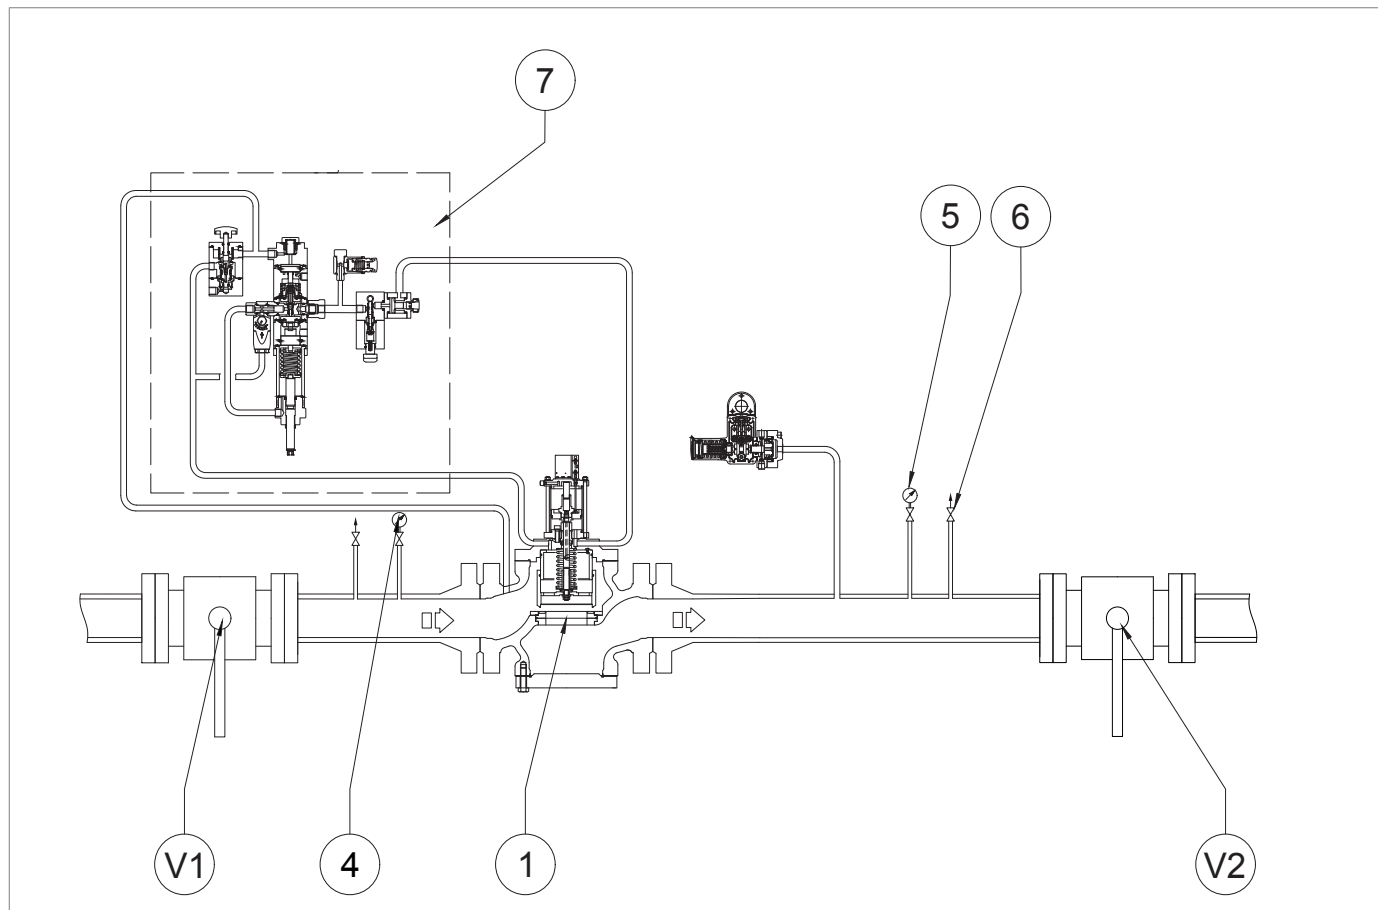

Fig. 8.11. Tenuta in chiusura della valvola di blocco HBC 975
1	<p>Aumentare la pressione di valle fino al valore di intervento della valvola di blocco, agendo sul regolatore principale, per verificare la corretta taratura.</p> <div style="border: 1px solid blue; padding: 2px;"> <p>! AVVISO!</p> <p>Controllare la pressione facendo riferimento al manometro (fig. 8.11, rif. 5) posto a valle del regolatore principale.</p> <p>Se la valvola di blocco:</p> <ul style="list-style-type: none"> • interviene prima del valore di pressione previsto: avvitare (senso orario) la ghiera di regolazione (13) così da comprimere maggiormente la molla (11); • non interviene al valore di pressione previsto: svitare (senso antiorario) la ghiera di regolazione (13), così da scaricare la molla (11). </div>
2	Diminuire la pressione del tratto di valle aprendo lo sfiato (fig. 8.11, rif. 6) per portarla fino al valore di taratura del regolatore principale.
3	Chiudere lo sfiato (fig. 8.11, rif. 6).
1	Aprire lo sfiato (fig. 8.11, rif. 6) in atmosfera e tenerlo aperto per le fasi successive.
2	<p>Diminuire la pressione a valle fino alla pressione minima richiesta di intervento del blocco, agendo sul regolatore principale.</p> <div style="border: 1px solid black; padding: 5px;"> <p>! AVVISO!</p> <p>Controllare la pressione facendo riferimento al manometro di valle (fig. 8.11 rif. 5).</p> <p>Se la valvola di blocco:</p> <ul style="list-style-type: none"> • interviene prima del valore di pressione previsto: svitare (senso antiorario) la ghiera di regolazione (15) così da scaricare la molla (17); • non interviene al valore di pressione previsto: avvitare (senso orario) la ghiera di regolazione (15), così da comprimere maggiormente la molla (17). </div>
5	Riaprire lo sfiato (fig. 8.11, rif. 6).
10	Chiudere lo sfiato (fig. 8.11, rif. 6).